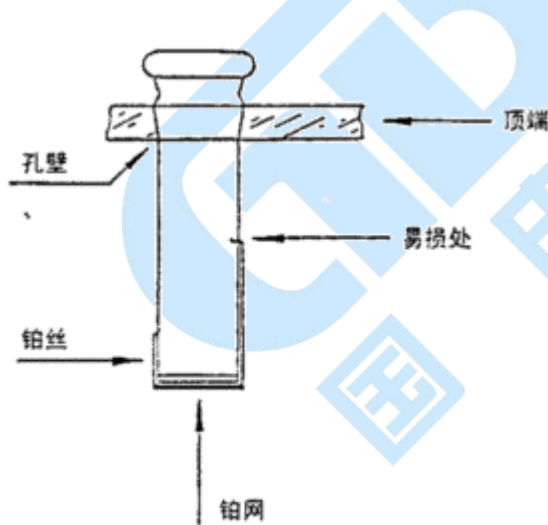

图 9
1) 当要拆卸阴极室时，因为铂金丝和铂金网是从阴极室的磨口连接部分的横截面上伸出，所以应注意不要碰到滴定池的顶端和孔壁（如下图 9）。